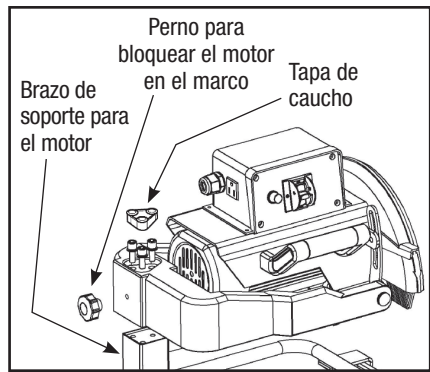

FIGURA 6
PASO 1: Instale el *marco del ensamblaje del motor* en el *brazo de apoyo* del motor (ver FIGURA 6).